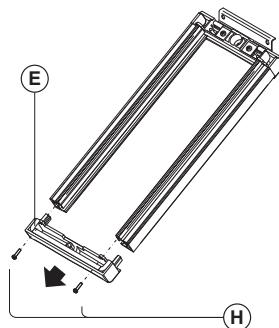

Fig. 5
5. Extraire le bouchon (E) (**Fig. 5**) du support pour modules en enlevant les vis (H) (**Fig. 5**) si présentes ;